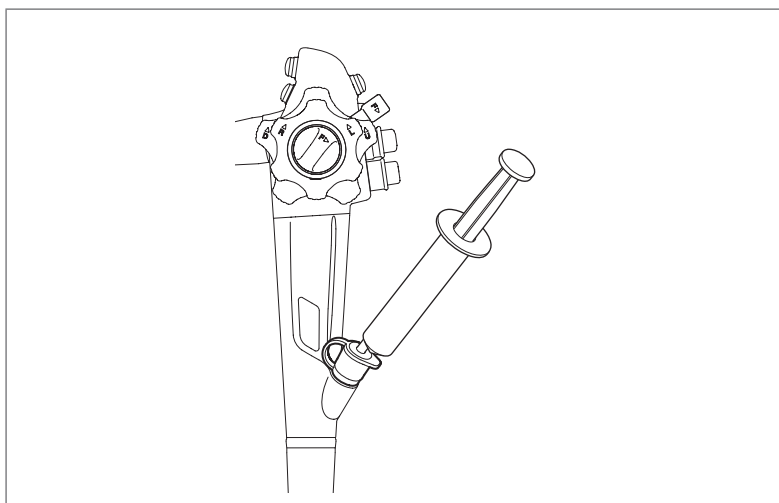

Рис. 3.56
2. Поместите дистальный конец эндоскопа в чистый контейнер и подсоедините шприц, заполненный стерильной водой, к клапану входного отверстия (OF-B190), как показано на Рис. 3.56.